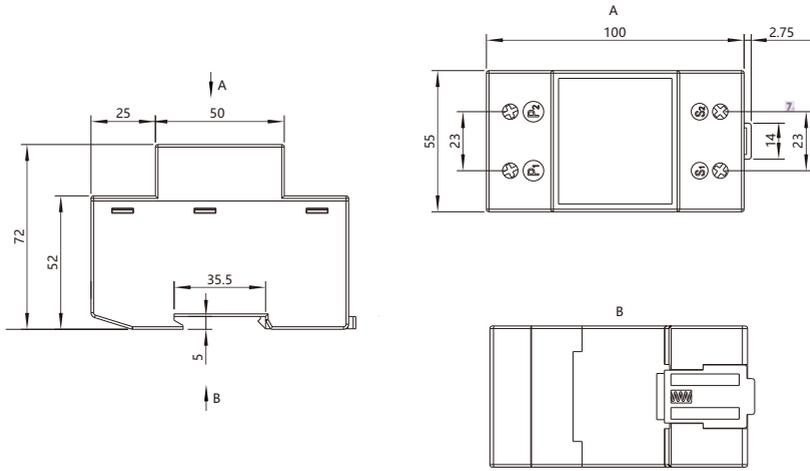

图24 CTB-2型地电流互感器模块
当接地方式为地电流型 (W) 时外加的特殊互感器模块，安装尺寸如图24所示。